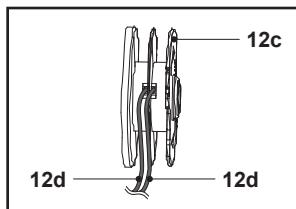

Fig. 25
- Faire passer une extrémité des nouveaux fils de coupe (12d) dans le petit œillet de la bobine de coupe-bordures (12c) dans le sens des flèches (Fig. 25).